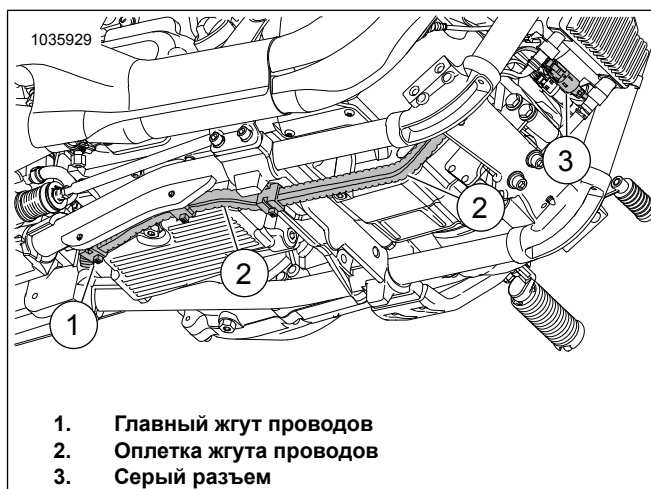

Рисунок 43. Оплетка жгута проводов
12. См. Рисунок 43. Выведите серый разъем из задней части отсека аккумуляторной батареи:
- Уложите главный жгут проводов (1) в сторону жгута проводов кожуха (2).
- Соблюдайте сочетания цветов разъемов (3): серый к серому.
- Прикрепите жгут проводов к внутренней части оплетки жгута проводов (2) при помощи кабельных стяжек, если это необходимо.